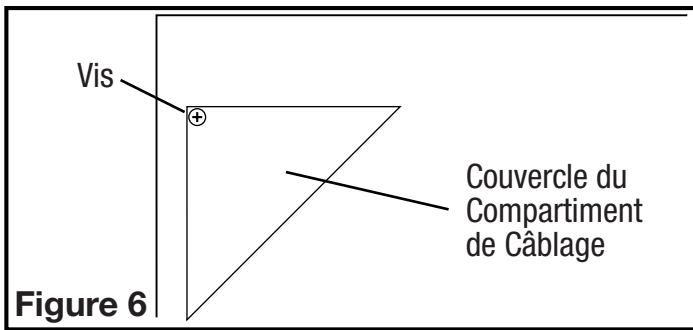

Figure 6
- Compartiment de Câblage Extérieur :** enlever la vis du couvercle du compartiment à câblage et mettre ce couvercle dans un endroit fiable (Figure 6).